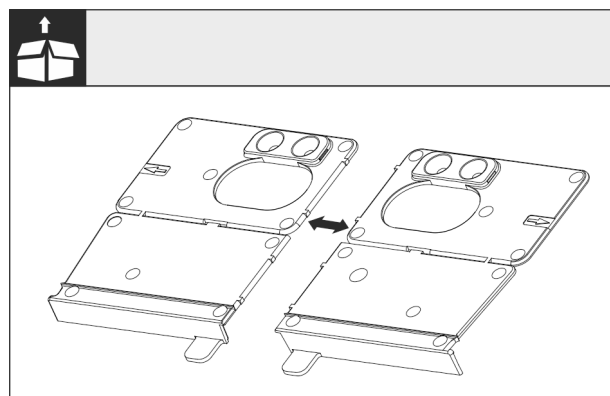

Fig. 27
► Montavimo prie grindų kampuočių Fig. 27 () atskirkite perforuotoje vietoje.